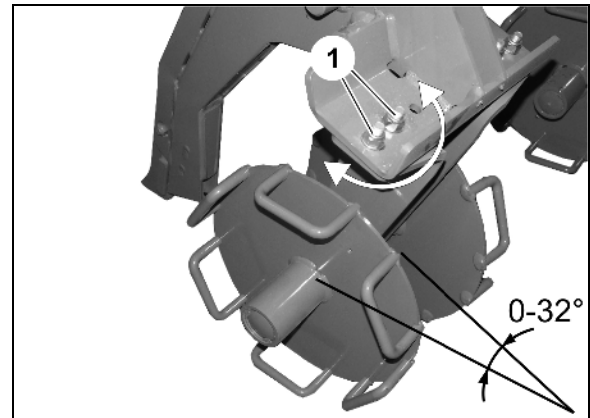

Рис. 106
1. Разъедините оба резьбовых соединения (Рис. 106/1) у каждого диска.